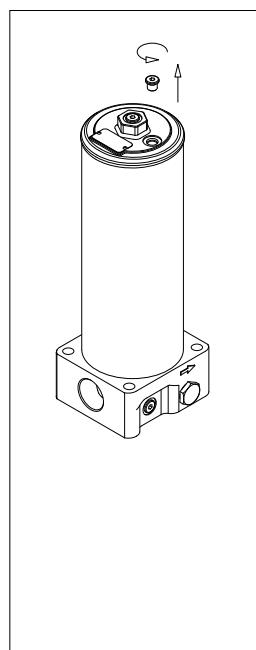

fig. 1
- (Fig. 1) Svitare il tappo di sfialto del LATO SPORCO (situato sul piano targhetta)